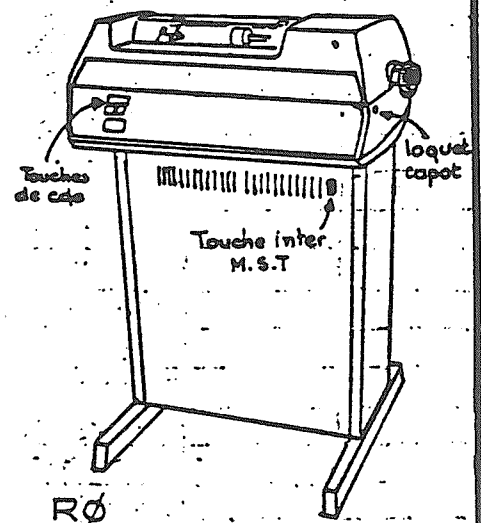

fig 2
- soulever le capot de la machine après avoir déverrouillé celui-ci par appui sur les loquets latéraux (voir fig 2 et fig 3)